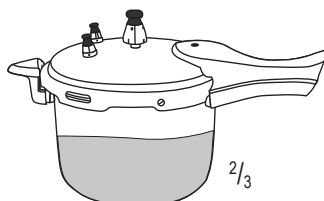
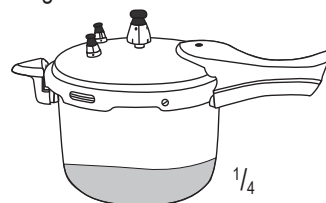

Figura No. 3
Figura No. 4
• Por razones de seguridad el máximo llenado de la olla es de $\frac{2}{3}$ de su capacidad y la mínima cantidad de líquido en la olla debe ser $\frac{1}{4}$ de su capacidad. (Vea Figura No. 3 y Figura No. 4).